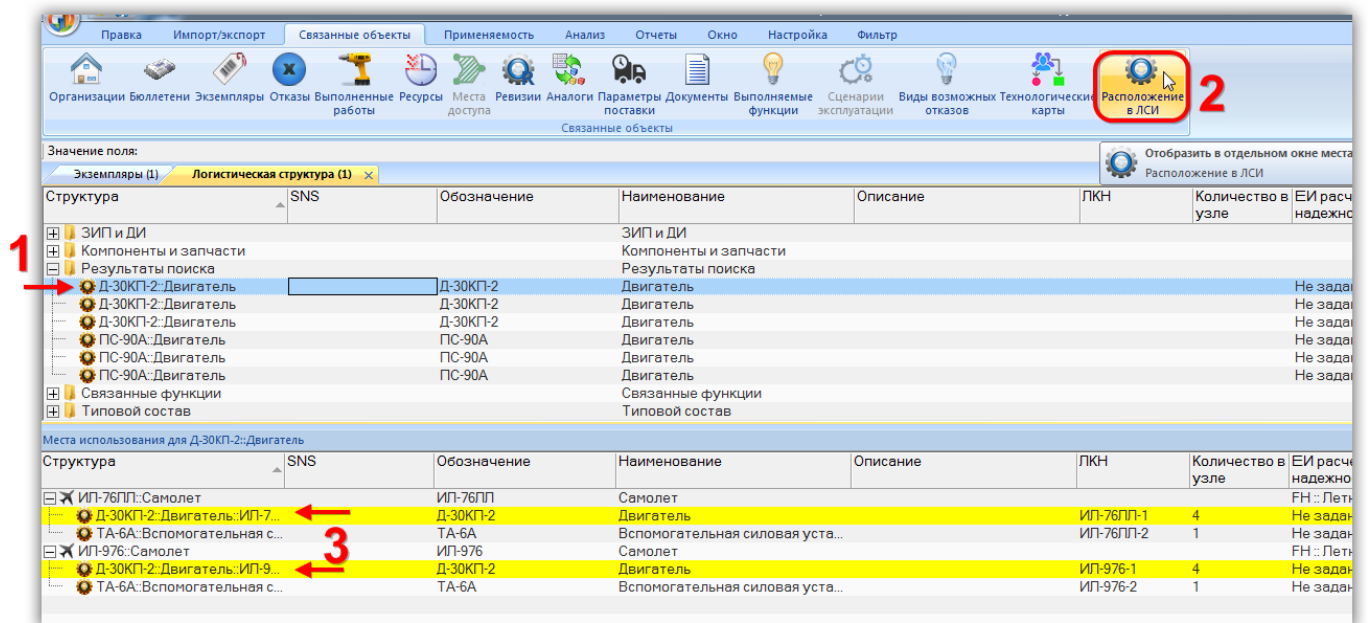

Рис. 10-68 – Результаты поиска компонента и его отображение в ЛСИ
1) Открыть диалоговое окно «Поиск», нажав кнопку «Поиск» панели «Правка» и выбрав пункт «Простой поиск» (рис. 10-68). Заполнить необходимые данные для поиска объекта и нажать кнопку «Поиск».